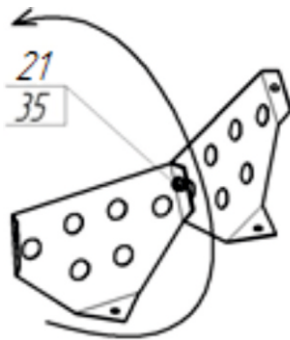

Рис. 16
3.11 Преодолевая усилие пружины (17), оттянуть фиксатор (4)вниз и повернуть емкость на удобный угол. Прикрепить лопасти (6) к емкости нижней (8) и емкости верхней (19), с помощью болтов (22), шайб (13) и гаек (35), при этом, шайбы установить с наружной стороны ёмкостей.
Возможна комплектация бетоносмесителя сборными лопастями (рис. 16). В этом случае необходимо две полулопасти скрепить между собой болтом (21) и гайкой (29). После установить в бетоносмеситель по направлению вращения ёмкости (указано на рис. 16 стрелкой)с помощью болтов (22), шайб (13) и гаек (35).